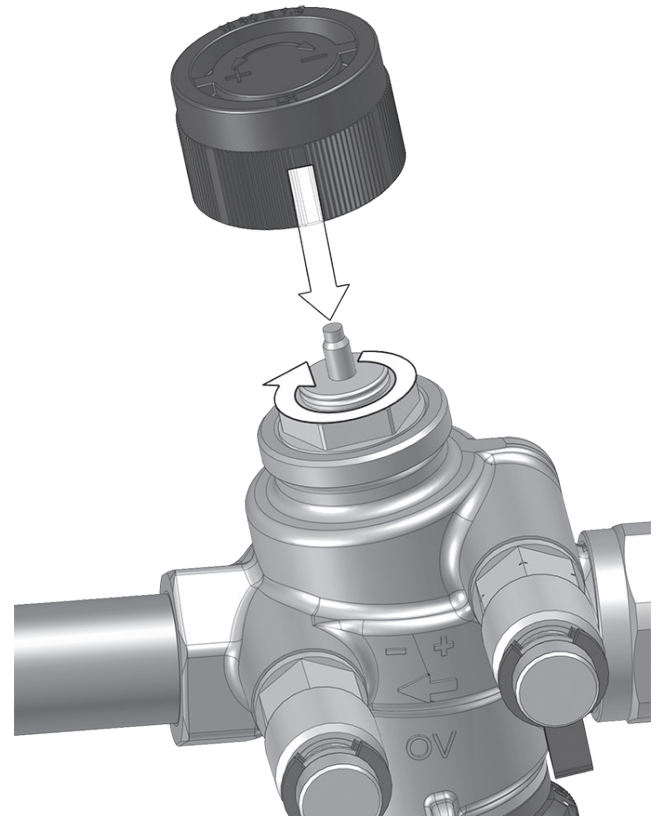

Fig. 8: Bloqueo
- Bloquee la válvula, por ejemplo, con la tapa protectora (véase Fig. 8).
Enrosque la tapa protectora suministrada en la conexión roscada M30 x 1,5 (véase Fig. 8).